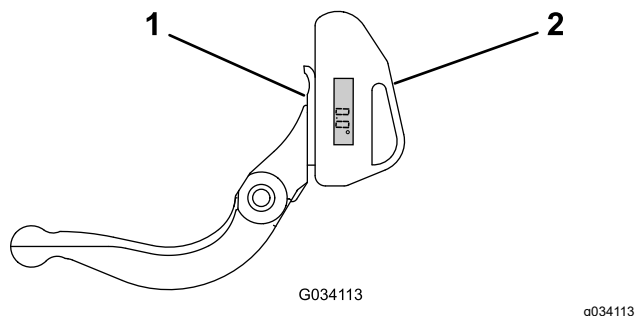

Figure 19
1. Placez l'indicateur d'angle sur la face inférieure de la contre-lame, comme montré à la Figure 19.